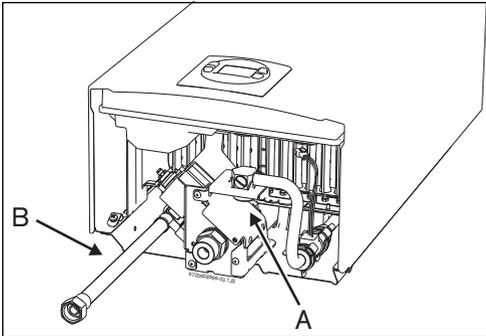

Fig. 13 Conexión del agua
- ▶ Identificar la tubería de agua fría (Fig. 13, [A]) y de agua caliente (Fig. 13, [B]), para evitar.